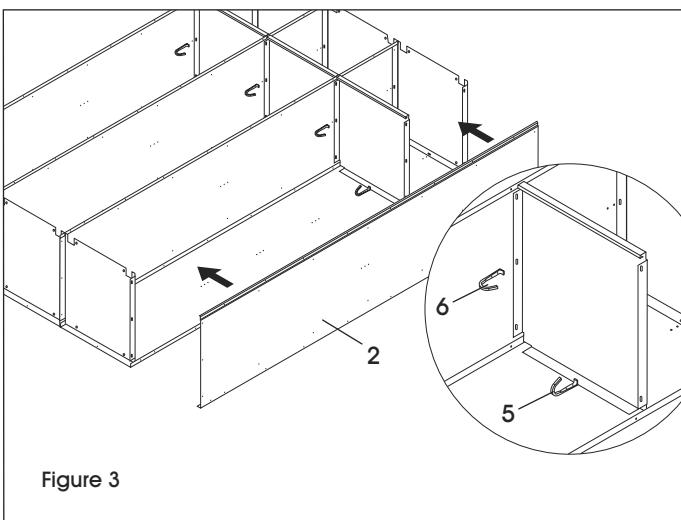

Figure 2
3. Ensuite, boulonnez le dessus (7) et le fond (7) aux panneaux arrière et latéral gauche (utilisez 4 boulons et écrous pour chacun). Boulonnez la tablette (4) au panneau latéral gauche (utilisez 2 boulons et écrous). Boulonnez un panneau latéral intérieur et un panneau arrière à dix endroits de la bride à l'arrière du premier casier. (Voir Figure 2)
4. Ensuite, fixez un dessus et un fond à l'intérieur des premiers panneaux latéral et arrière. Boulonnez la tablette au premier panneau latéral intérieur. Ceux-ci partageront des boulons avec les éléments de chaque côté, comme indiqué dans la vue détaillée. (Voir Figure 2)
5. Ensuite, fixez un autre panneau latéral intérieur et panneau arrière à la bride à l'arrière du deuxième casier. Fixez ensuite le dessus, le fond et la tablette restants au panneau latéral intérieur. Fixez le dessus et le fond au panneau arrière. (Voir Figure 2)